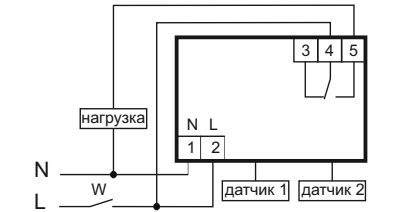

Рис. 2: схема подключения нагрузки мощностью до 2,0 кВт к устройству
6.2. Подключить нагрузку к изделию (см. рис.2). Для этого используйте одножильный или многожильный провод с двойной или усиленной изоляцией сечением, соответствующим мощности нагрузки. Фазное напряжение подается на контакты 2 и 4 устройства. Напряжение может подаваться через выключатель **W** или напрямую.